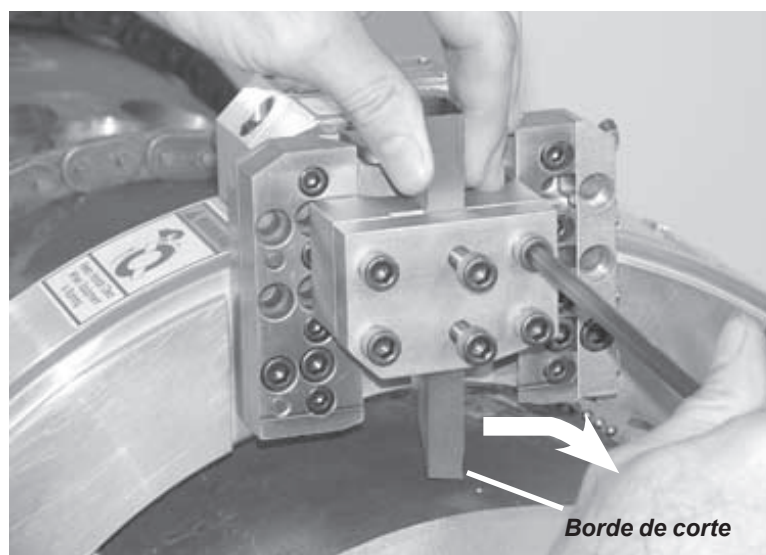

Figura 5-31. Inserte la herramienta de biselado en el portaherramientas con el borde de corte en la dirección de rotación.
5. Inserte la herramienta de biselado con el borde de corte en la dirección de rotación, como se muestra en Figura 5-31.